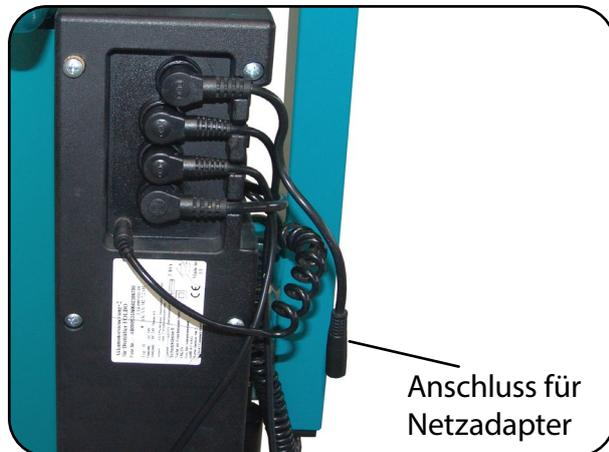
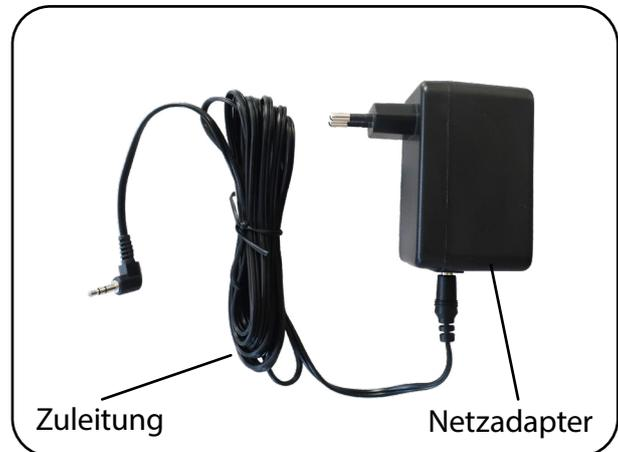

Abb. 8.7.01 – Steuereinheit mit Anschluss für Netzadapter
Abb. 8.7.02 – Netzadapter mit Zuleitung
Stecken Sie den Netzadapter nur in hängender Position in die Netzsteckdose (Abb. 8.7.02). Damit ist sichergestellt, dass die Zuleitung nicht abgeknickt wird.
2. Verbinden Sie den Netzadapter durch die Zuleitung (Abb. 8.7.02) mit dem Anschluss für Netzadapter an der Steuereinheit (Abb. 8.7.01).